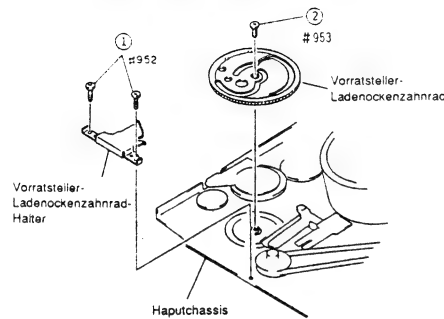

Abb. 2-68
- Zwei (2) Befestigungsschrauben des Vorratsteller-Ladenockenzahnrad-Halters entfernen (siehe Abb. 2-68).
- 2) Eine (1) Befestigungsschraube des Vorratstellers-Ladenocken-Zahnrades entfernen.